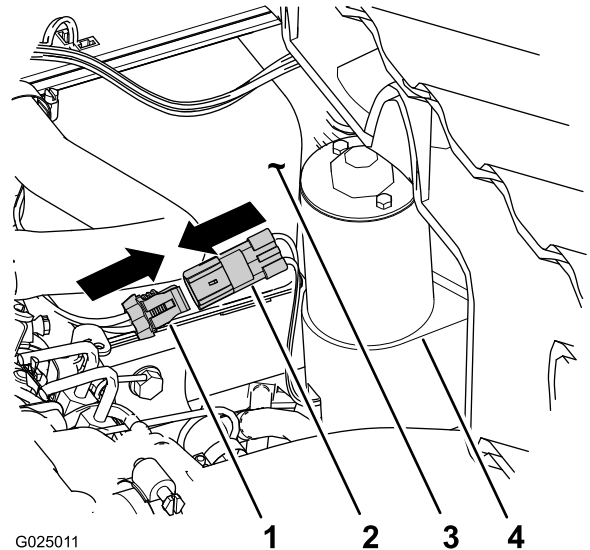

Figura 10
3. Conecte el conector hembra de 2 vías del arnés de cables trasero de la máquina al conector de 2 pines del actuador del elevador (Figura 10).